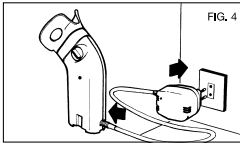

FIG. 4
4. Schließen Sie das Inhalationsgerät mit dem mitgelieferten Netzgerät an das Stromnetz an (siehe Abb.4). Die Steckdose muss gut erreichbar sein, so dass man das Gerät schnell vom Stromnetz nehmen kann. Schalten Sie das Gerät am Ende der Anwendung aus, und ziehen Sie den Stecker aus der Steckdose.